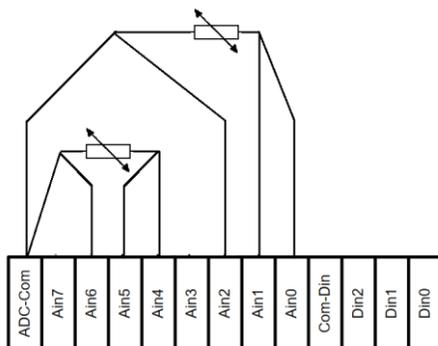

Рис. 1 – Пример подключения 2 каналов RTD
1. С термосопротивлением типа Pt100 с возможным 2 каналов (канал 0 использует входы Ain0 – Ain3, канал 1 – входы Ain4 – Ain7), на рис. 1 представлено подключение 2 каналов RTD по четырех проводной схеме подключения.